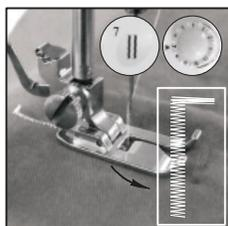

Fig. 18
- (3) Elija el patrón de puntada #7, encienda el interruptor y cosa en la tela en la longitud adecuada, luego apague el interruptor. Intente mantener la puntada cosida en línea recta (Fig. 18).